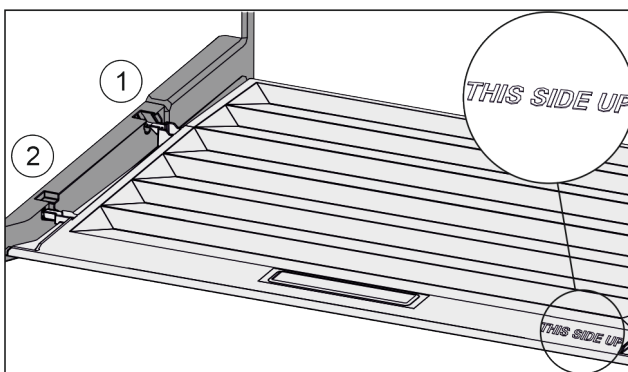

Fig. 148
- ▶ Inserire le nervature del coperchio attraverso l'apertura del supporto posteriore Fig. 148 (1) e innestare anteriormente nel supporto Fig. 148 (2).